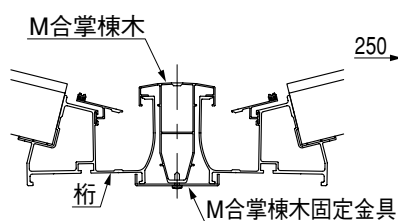

図2-1 M合掌棟木納まり図
- ① M合掌棟木を桁の上から取付けてください。(図2-1参照)